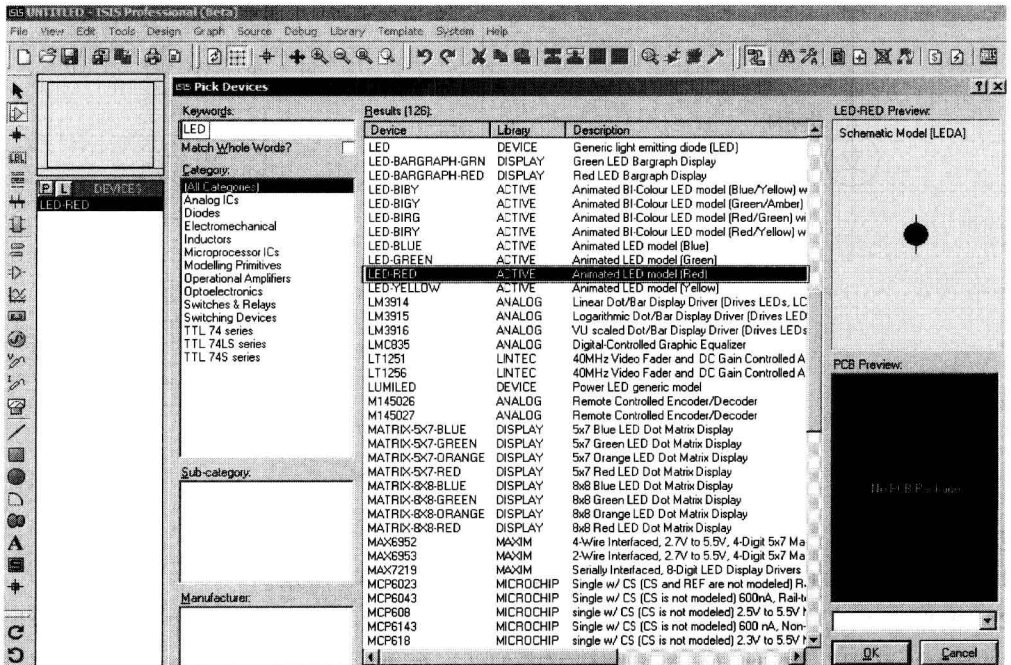

图 1-9 选择元器件
- 2) 根据表 1-3，在 PROTUES 元器件库中选择元器件：单击工具栏中的  按钮，然后单击“对象选择器”窗口中的对象选择按钮“P”，在“Keywords”框中输入要选的元器件，如输入元器件名称“LED”，在“Results”中找到元器件，然后单击“OK”按钮，如图 1-9 所示。